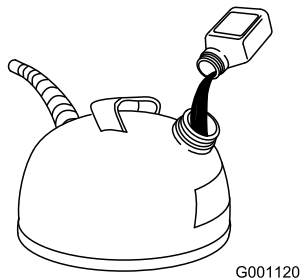

Figure 7
2. Ajoutez de l'huile pour moteur à deux temps en vous reportant au tableau ci-dessous (Figure 7) :